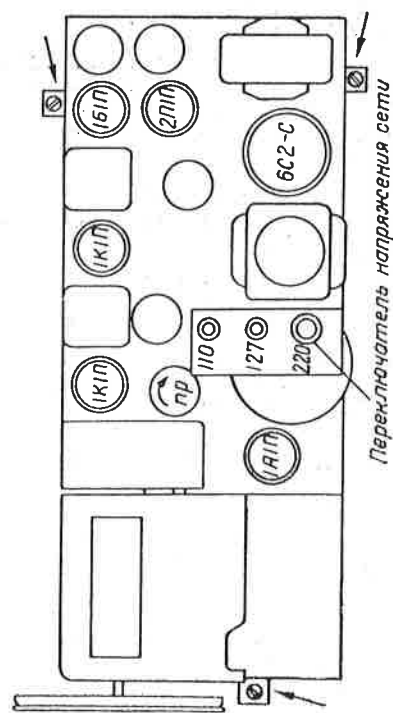

Рис. 3. Расположение ламп и основных винтов крепления на шасси приемника (винты показаны стрелками)
Динамический громкоговоритель укреплен на передней панели футляра. Шасси приемника крепится к футляру тремя винтами (см. рис. 3).
- 8) отвинтить три винта, крепящих шасси (см. рис. 3) и вынуть последнее из футляра.